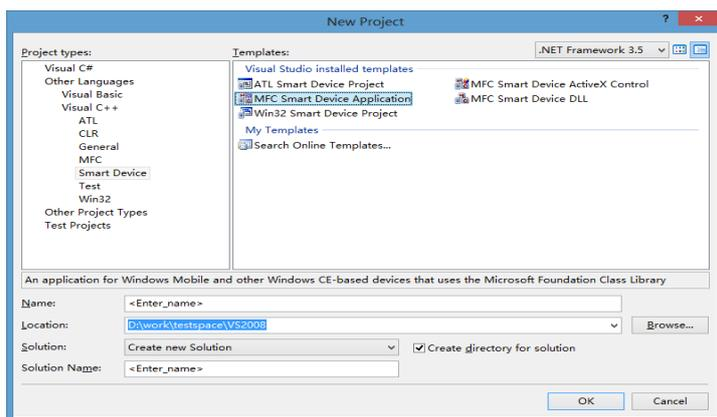

图 5-3 新建工程
- (5) 开发机上启动 Visual Studio 设置连接。
- 新建工程，启动 Visual Studio，新建 Smart Device 类型的工程（MFC 或者是托管），如图 5-3 所示。